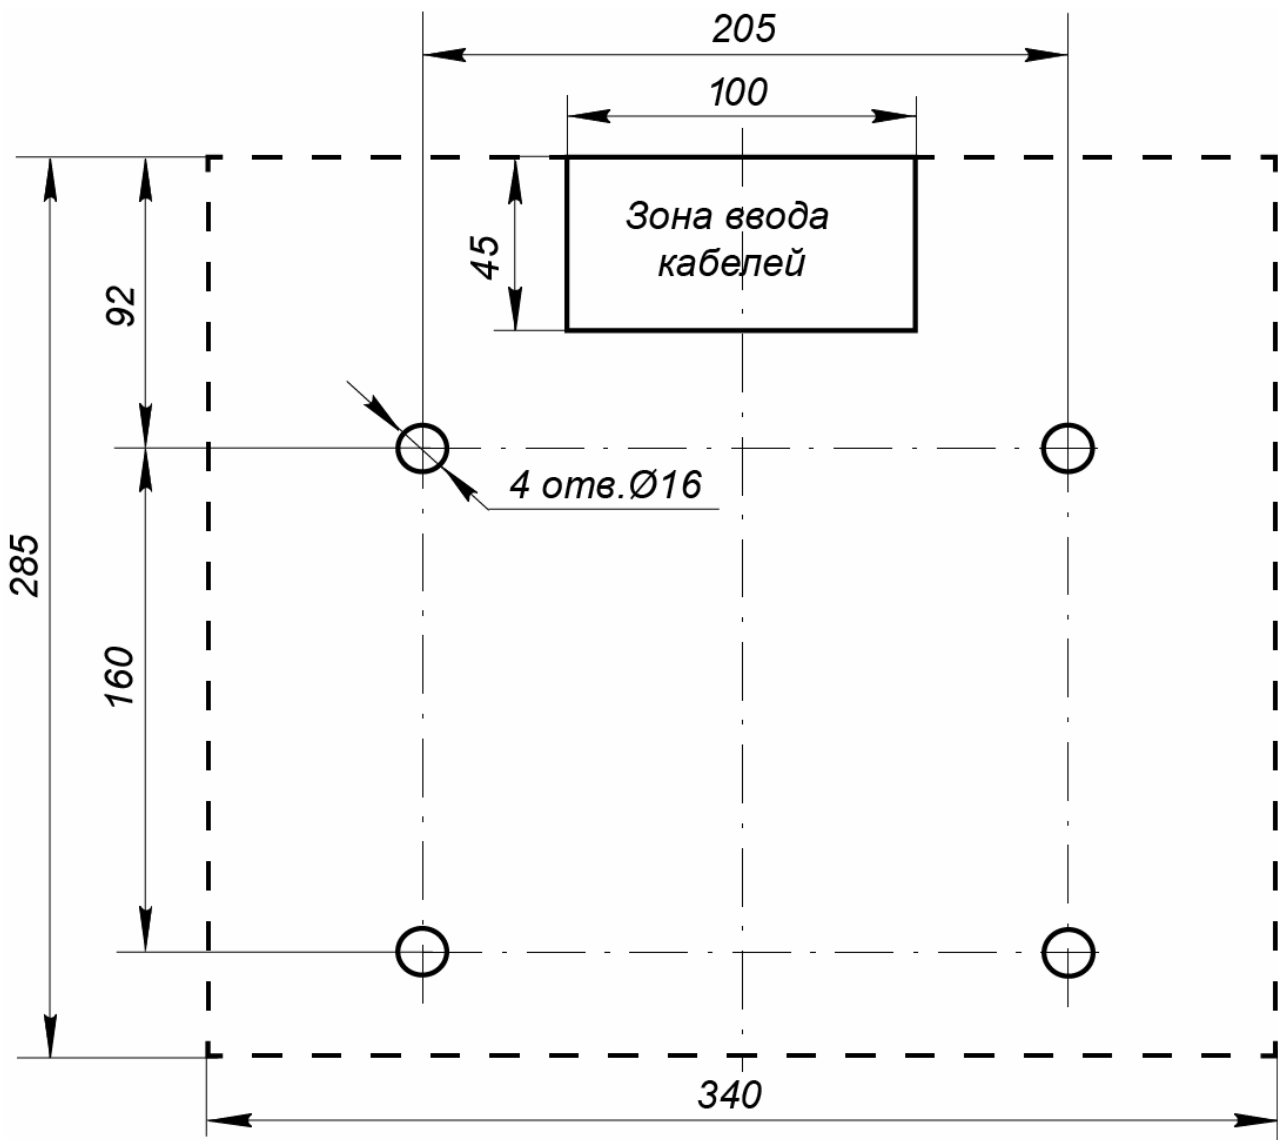
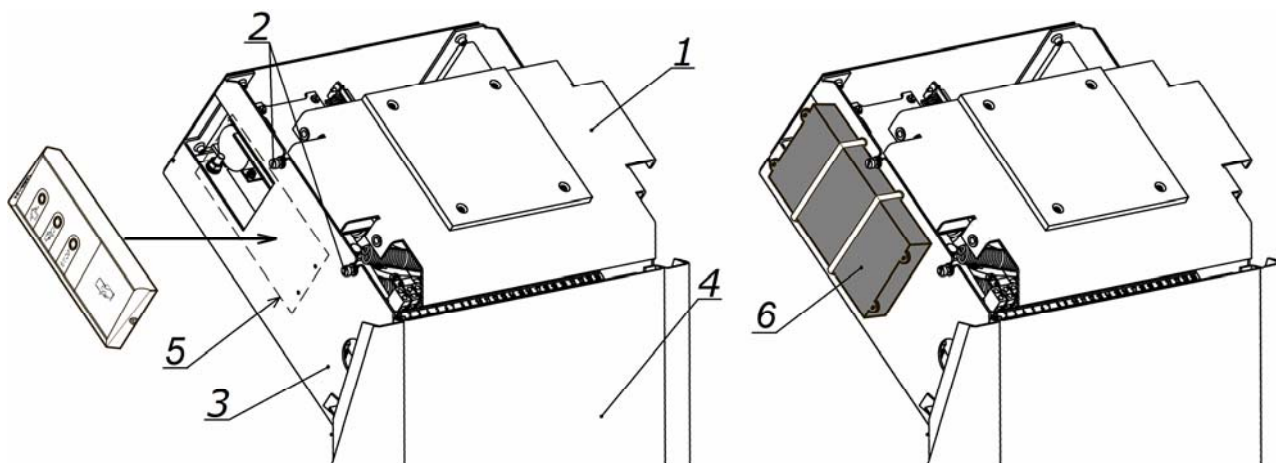

Рисунок 10. Разметка отверстий в полу под крепление стойки турникета (пунктиром показаны габариты основания)
Рисунок 11. Вид турникета без крышки, места установки считывателей
2. В соответствии со схемой, приведенной на рис. 10, произведите разметку и разделку отверстий в полу под гильзы анкеров (15) для крепления стойки турникета.
3. Произведите монтаж источник питания турникета (9) на отведенное для него место в соответствии с инструкцией в имеющейся на него эксплуатационной документации.
4. При необходимости прокладки кабелей под поверхностью пола подготовьте в полу кабельный канал к зоне ввода кабелей в стойку турникета. Расположение зоны ввода кабелей указано на схеме рис. 10.
5. Установите гильзы анкеров (15) в выполненные в полу отверстия так, чтобы они не выступали над поверхностью пола.
6. Снимите крышку турникета (2). Порядок снятия крышки см. в разд. 6.
7. Снимите усиливающую пластину (1, рис. 11). Для этого предварительно ослабьте отверткой шлицевой четыре винта крепления пластины (2, рис. 11).
8. Снимите заднюю стенку турникета (4, рис. 11). Для этого смещайте ее вверх вдоль стойки турникета, до тех пор, пока она не выйдет из зацепления со стойкой. Задняя стенка снабжена двумя парами зацепов, расположенными в ее верхней и нижней частях.
12. Подключите кабель (14) ПДУ (устройства РУ или контроллера СКУД) к выносной клеммной колодке **XS1**.
14. Подключите кабель питания (11) от источника питания турникета к выносной клеммной колодке **XS1**.
16. При необходимости произведите установку считывателей карт доступа на предусмотренные для этого места на стойке (5, рис. 11).
В каркасе турникета предусмотрены два резьбовых отверстия для крепления считывателей типа **PERCo-IR03.1**. Для установки других типов считывателей их можно установить на каркасе при помощи двустороннего скотча, а также при помощи винтов или хомутов, просверлив отверстия по месту (см. рис. 11). Для подключения считывателей используйте свободные контакты (15 - 24) клеммной колодки **XS1**.